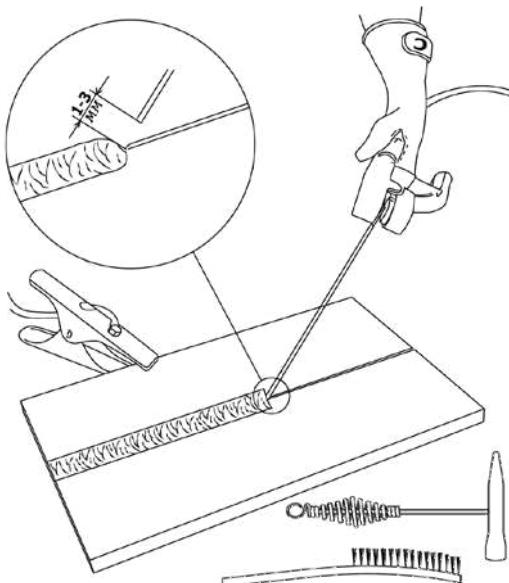

Рис. 8.2. Перед началом работы.
- 8. Начинайте сварочный процесс (См. рис. 8.2).**
Перед началом работы не забудьте проверить следующее (См. рис. 8.2):